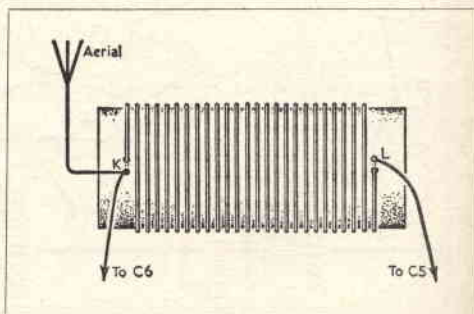

Fig. 6 - Bobina d'antenna.
Il condensatore C3 fra i contatti del jack impedisce il « clic » del tasto ed è indispensabile nel complesso da noi montato. La bobina di antenna (L) è costituita nell'originale da 25 spire di filo di rame smaltato da avvolgere su un supporto di 38 mm. Le spire sono spaziate quanto il diametro del filo che è di mm 0,8 come in Fig. 6.